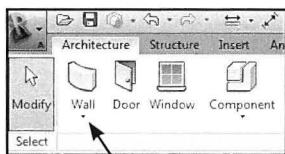

Fig. 09.109. Vælg Wall.
- Vælg *Architecture - Wall* (Fig. 09.109).